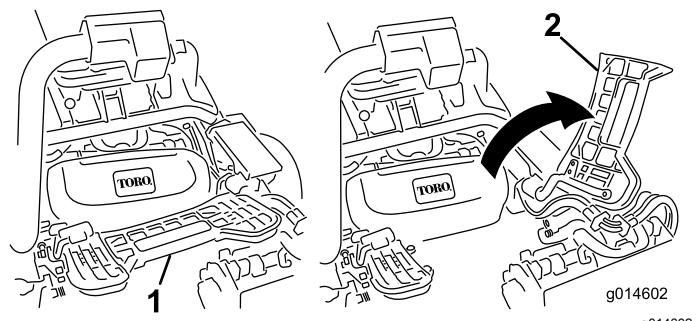

Bild 44
2. Heben Sie die Fußplattform an und schwenken sie in die geöffnete Stellung, um die Stellung des mittleren Mähwerks zugänglich zu machen (Bild 44).